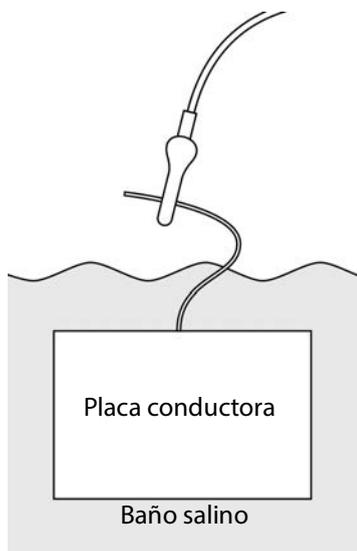

Figura 14 Adhesión a la placa conductora
- a Conecte el electrodo negro con la placa conductora en el baño salino tal y como se muestra en la **Figura 14**.